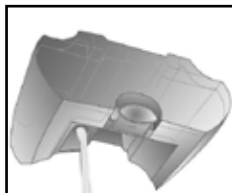

Fig. 13
Den Dampfdruckerzeuger durch den Schalter (A) ausschalten. Solange der Stecker an der Steckdose angeschlossen ist, bleibt das Gerät unter Spannung und durch Druck auf die Dampftaste (F) kann der Restdruck aus dem Heizkessel abgelassen werden. Das Gerät durch den Schalter (B) ausschalten. Das Netzkabel aus der Steckdose ziehen. Den Wassertank vollständig entleeren, so dass eine Bildung von Kalkablagerungen durch stehendes Wasser vermieden wird (Fig. 13). Das Bügeleisen auf der Bügeleisenabstellfläche (I) abkühlen lassen. Dabei muss darauf geachtet werden, dass das Netzkabel und das Verbindungskabel nicht die heißen Geräteteile berühren.